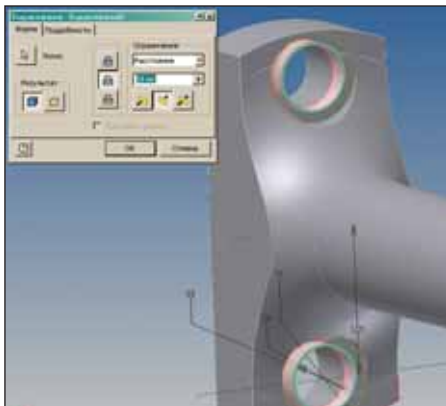

Рис. 25
35. Указать контуры, как изображено на рис. 25, ввести расстояние, равное 18 мм, нажать кнопку *Вычитание*  и кнопку , а затем *ОК* (рис. 25 и 26).